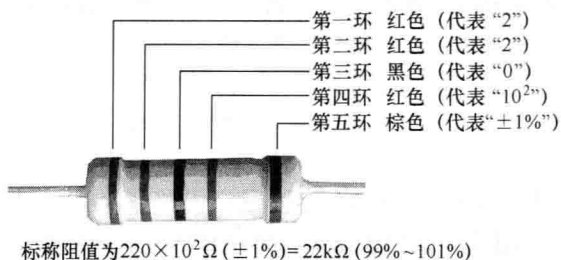

图 1-5 五环电阻器阻值和偏差的识读
(3) 五环电阻器的识读 五环电阻器阻值与偏差的识读方法与四环电阻器基本相同, 不同在于五环电阻器的第一、二、三环为有效数环, 第四环为倍乘数环, 第五环为偏差数环。另外, 五环电阻器的偏差数环颜色除了有金、银色外, 还可能是棕、红、绿、蓝和紫色。五环电阻器阻值和偏差的识读如图 1-5 所示。